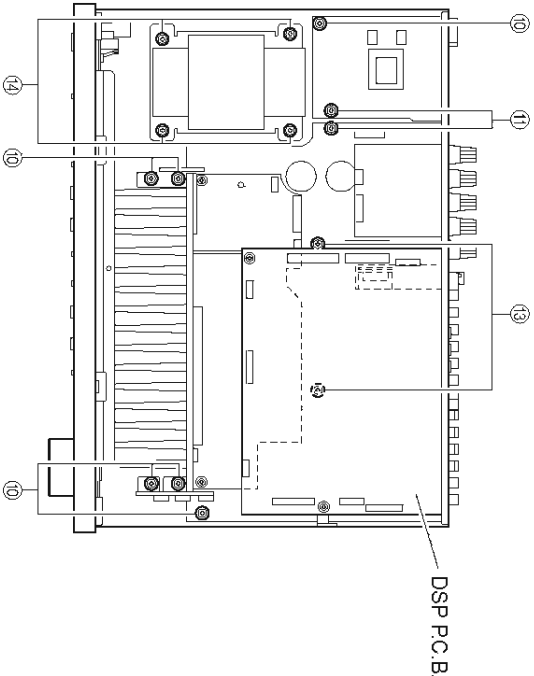

Fig. 5
- c. Remove 6 screws (10). (Fig. 5)
- d. Remove 2 screws (11). (Fig. 5)
- f. Remove 2 screws (13). (Fig. 5)
- g. Remove 4 screws (14). (Fig. 5)
- c. ⑩のネジ6本を外します。(Fig. 5)
- d. ⑪のネジ2本を外します。(Fig. 5)
- f. ⑬のネジ2本を外します。(Fig. 5)
- g. ⑭のネジ4本を外します。(Fig. 5)